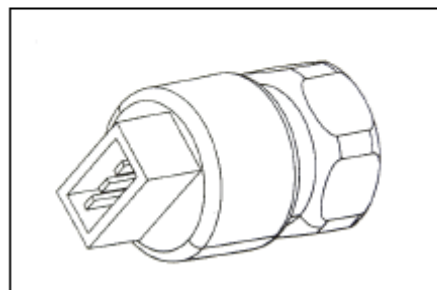

Рис. 71
3. Установите датчик скорости автомобиля (см. Рис. 71).